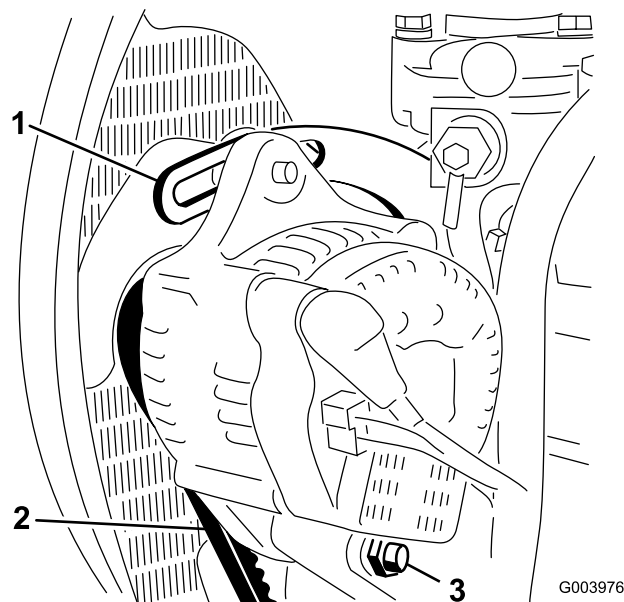

Figura 75
2. Controllate la tensione della cinghia dell'alternatore premendola (Figura 75) al centro tra l'alternatore e le pulegge dell'albero a gomito con una forza di 10 kg.
3. Allentate il bullone che fissa il supporto al motore (Figura 75), il bullone che fissa l'alternatore al supporto ed il bullone di rotazione.